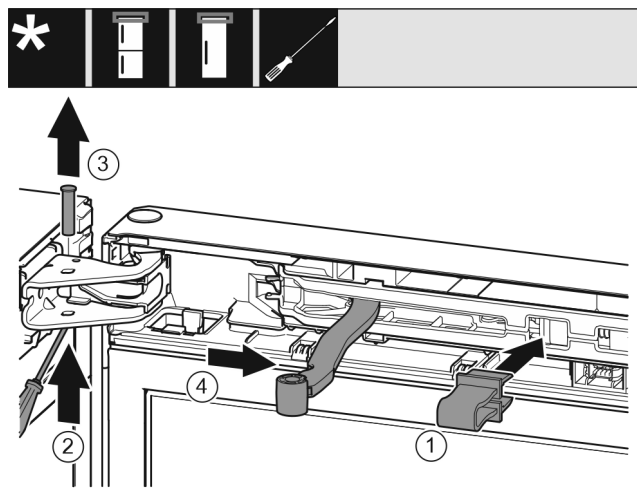

Fig. 6
- ▶ Зафиксируйте предохранитель в отверстиях. Fig. 6 (1)
- ▶ Выкрутите палец при помощи отвертки. Fig. 6 (2)
- ▶ Извлеките палец движением вверх. Fig. 6 (3)
- ▶ Поверните шарнир в направлении двери. Fig. 6 (4)